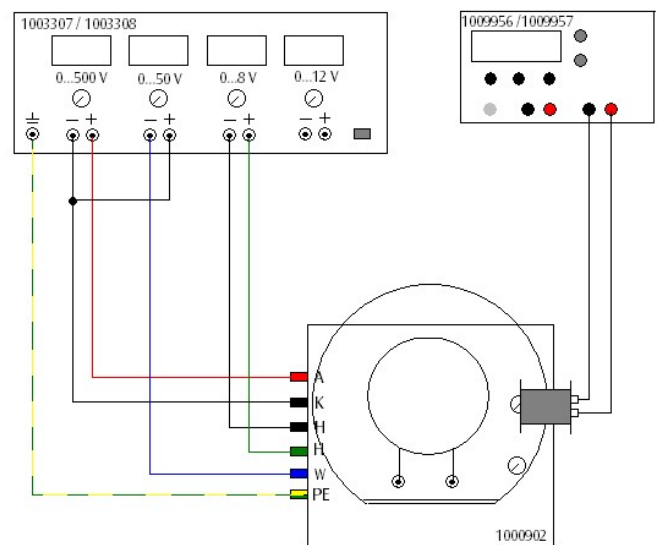

Fig. 6 Rappresentazione oscilloscopica di segnali periodici con un generatore di funzione
- Fissare una bobina sul lato destro dell'anello metallico come in fig. 6.
- Cablare il tubo come indicato nella fig. 6.